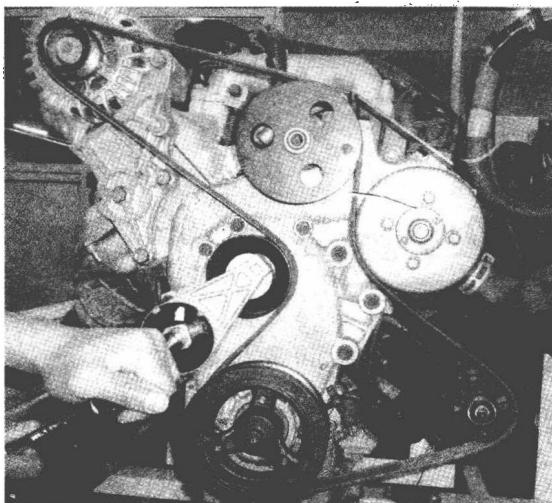

图 1—7 旋松张紧轮螺母
(1) 旋松张紧轮螺母，如图 1—7 所示。
(2) 拿下多楔带，如图 1—8 所示。
仔细观察风扇皮带、皮带轮，根据如图 1—9 所示的结构思考风扇皮带与正时带有何异同。
带传动在汽车上主要用来驱动发动机冷却水风扇，同时也带动发电机、水泵、空调泵及空气压缩机等，如图 1—10 (a) 所示。汽车上配气机构中的正时带也采用带传动，如图 1—10 (b) 所示。